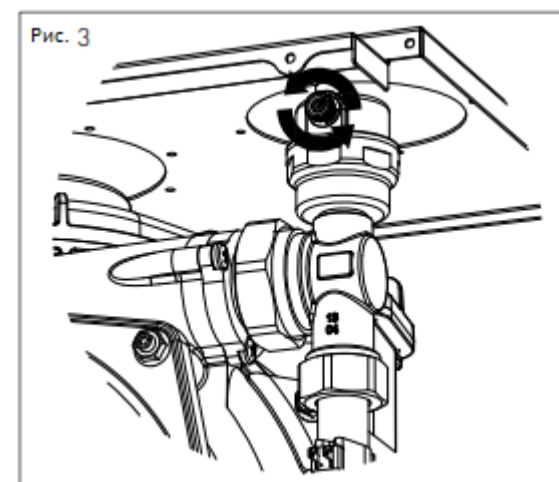

Рис. 3
3. Немного ослабьте колпачок автоматического воздухоотводчика, расположенного в верхней части теплообменника (рис. 3) для сброса воздуха из верхней части системы.